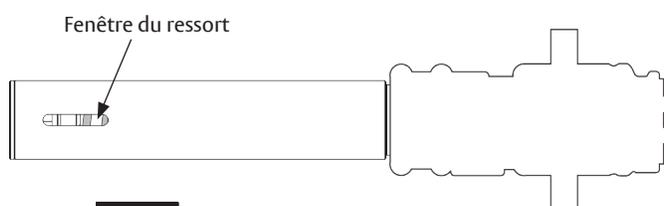

Figure 15
**REMARQUE :** La fenêtre dans le tube du ferme-porte illustre le ressort. (Figure 15)